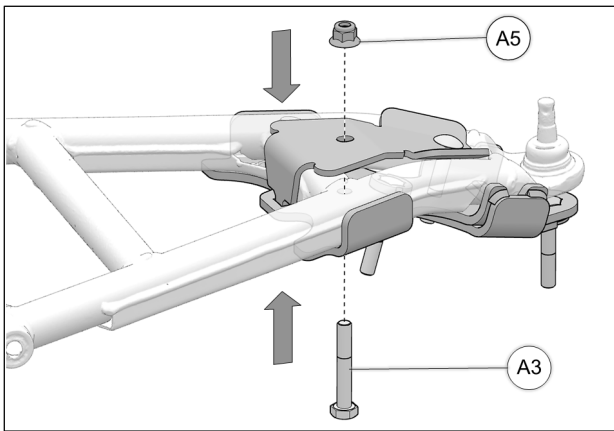

Fig. 15
7. Insérer un boulon M10x65mm (A3) par le dessous, dans le trou à l'arrière de l'ancrage et fixer la partie inférieure et le couvercle en utilisant un écrou (A5) fourni. Serrer à 50 Nm [37 lb•pi]. Voir la Fig. 15